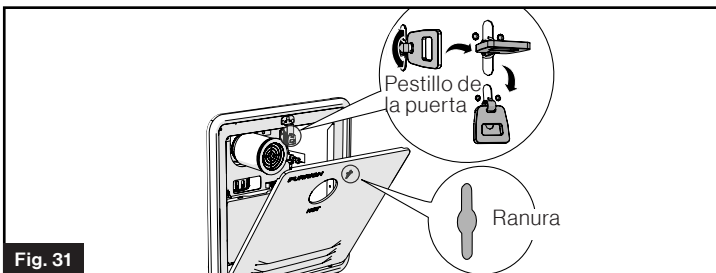

Fig. 31
9. Alinear el pestillo en la brida con la ranura en la puerta, a continuación, empuje la puerta y gire el pestillo para bloquear la puerta en su lugar. (Fig. 31)
- Paso ①: Tire y gire la palanca 90° para bloquear el pestillo.
- Paso ②: Baje el pestillo plegable para bloquear el conjunto de puerta.